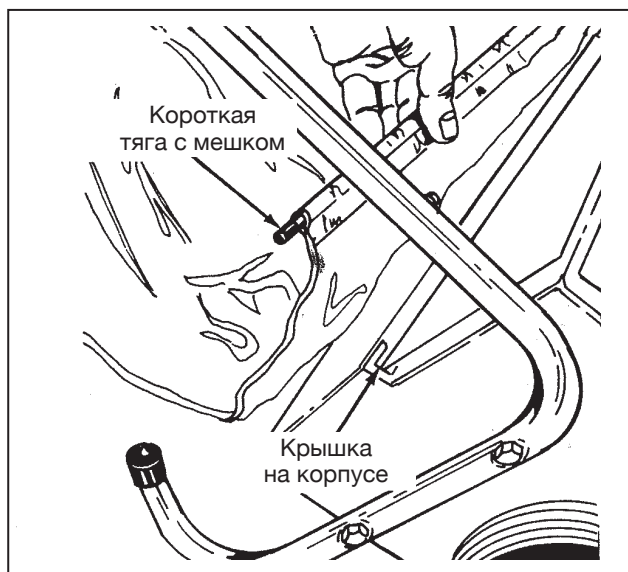

Рис. 8
11. Установите штангу в установочные отверстия рядом с крышкой корпуса (рис. 8).